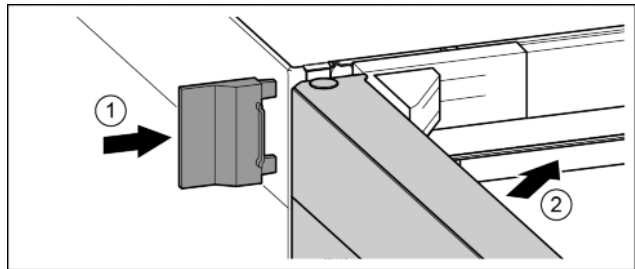

Fig. 26
- ▶ Enfiler le cache extérieur. *Fig. 26 (1)*
- ▶ Fermer la porte supérieure. *Fig. 26 (2)*